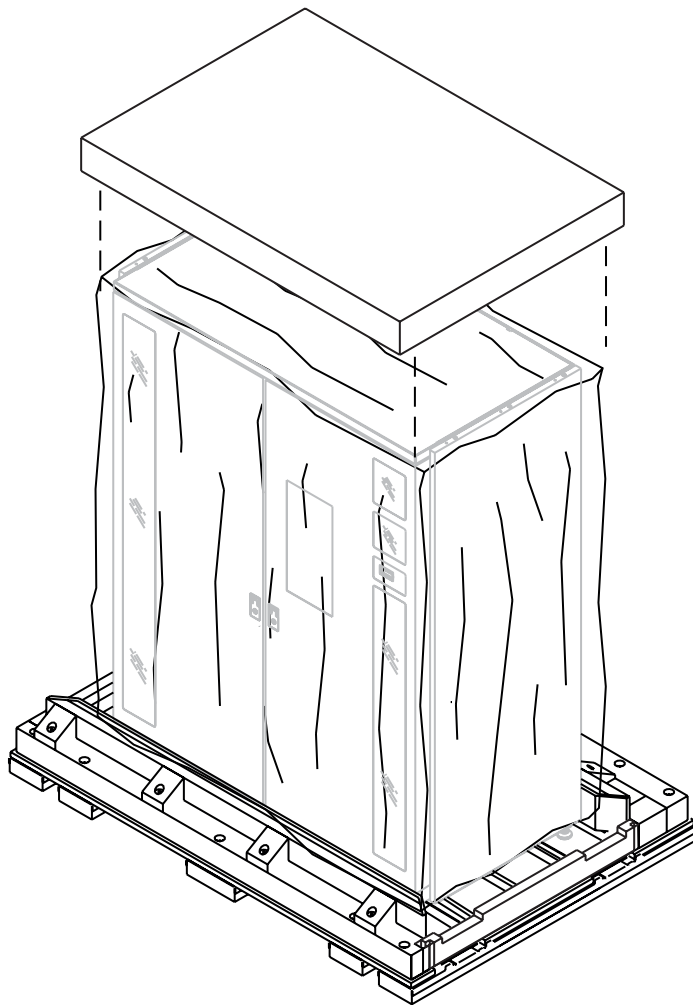

Figura 4-5: Rimozione della protezione in gommapiuma
9. Sollevare la protezione in gommapiuma dalla libreria di nastri (vedere la Figura 4-5).